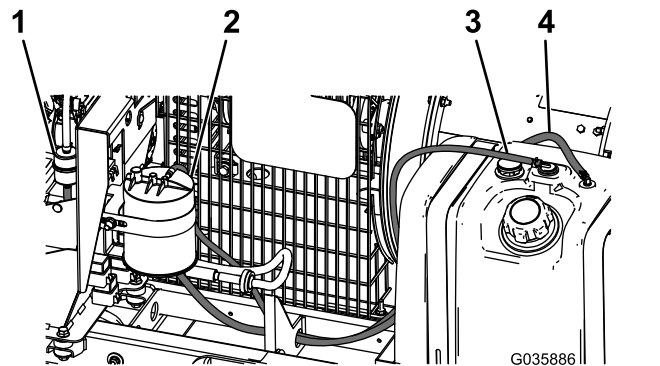

Figura 8
9. Fissate il flessibile al serbatoio del carburante e al filtro del carburante utilizzando le fascette stringitubo precedentemente rimosse, come illustrato nella Figura 8.
10. Fissate il flessibile da 1,5 m al serbatoio del carburante e al canister a carboni attivi utilizzando le fascette stringitubo precedentemente rimosse, come illustrato nella Figura 8.